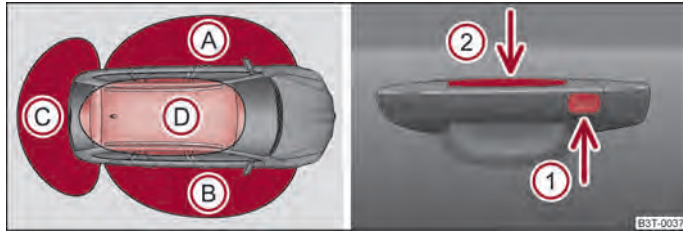

Abb. 14 KESSY: Bezeichnung der Bereiche und Ent- / Verriegeln des Fahrzeugs
- Sensor an der Außenseite des Türgriffs der vorderen Tür ① ⇒ Abb. 14 - dient zum Verriegeln des Fahrzeugs,
- Sensor an der Innenseite des Türgriffs der vorderen Tür ② ⇒ Abb. 14 - dient zum Entriegeln des Fahrzeugs.
Befindet sich ein gültiger Funkschlüssel im Bereich ① ⇒ Abb. 14 oder ② am Fahrzeug, ist es möglich das Fahrzeug mittels der jeweiligen Tür im Bereich, in dem sich der Schlüssel befindet, zu entriegeln. D. h., wenn sich der Schlüssel im Bereich
① befindet, können Sie das Fahrzeug am Griff der vorderen linken Tür entriegeln. Befindet sich der gültige Schlüssel im Bereich ②, ist es möglich die Gepäckraumklappe zu entriegeln.
- Fassen Sie den Türgriff der vorderen Tür oder bedecken Sie den Sensor ② ⇒ Abb. 14 mit der ganzen Handfläche, das Fahrzeug wird entriegelt. Wenn Sie beim Entriegeln den Sensor ② und gleichzeitig den Sensor ① überdecken, wird das Fahrzeug nicht entriegelt.
Nach dem Verriegeln des Fahrzeugs mit Hilfe des Sensors ① ⇒ Abb. 14 ist es 2 Sekunden lang nicht möglich das Fahrzeugs mit Hilfe des Sensors ② zu entriegeln. Damit ist es möglich durch Ziehen am Griff zu prüfen, ob das Fahrzeug verriegelt ist.
- Benutzen Sie beim Ent-/Verriegeln des Fahrzeugs mit Hilfe der Sensoren ① → Abb. 14 oder ② keine Handschuhe oder andere Gegenstände, die einen direkten Kontakt der Hand und des Sensors verhindern könnten.
Wenn nach Verriegeln und Schließen aller Türen inklusive Gepäckraumklappe der Schlüssel, mit dem das Fahrzeug verriegelt wurde, im Fahrzeug im Bereich ④ → Abb. 14 bleibt, aktiviert sich der Schutz gegen ungewolltes Einsperren des Schlüssels im Fahrzeug und es entriegelt wieder.
Wenn das Fahrzeug innerhalb von 60 Stunden nicht entriegelt wird, werden die Sensoren ① → Abb. 14 und ② im Griff der Beifahrertür automatisch deaktiviert. Für eine erneute Aktivierung muss eine der folgenden Bedingungen erfüllt werden:
- Entriegelung der Fahrertür mit Hilfe des Sensors ② → Abb. 14,
Wenn das Fahrzeug innerhalb von 90 Stunden nicht entriegelt wird, werden auch die Sensoren ① → Abb. 14 und ② im Griff der Fahrertür automatisch deaktiviert. Für eine erneute Aktivierung muss eine der folgenden Bedingungen erfüllt werden:
Wenn Sie beim Verriegeln des Fahrzeugs den Finger auf dem Sensor ① → Abb. 14 länger als 2 Sekunden halten, werden geöffnete Fenster und das Panorama-Schiebedach geschlossen. Lassen Sie den Sensor ① los, wird der Schließvorgang unterbrochen. Wenn Sie den Sensor ① wieder berühren, wird der Schließvorgang der Fenster und des Panorama-Schiebedachs fortgesetzt.